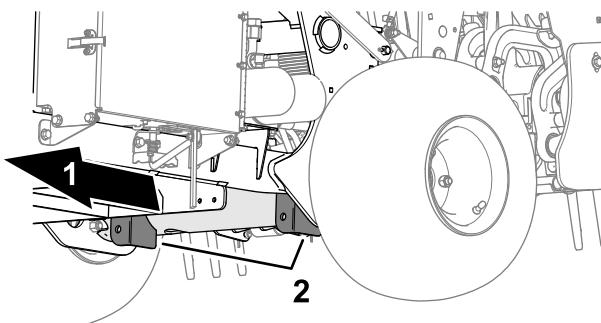

Figura 128
3. Collocate il cavalletto metallico con sicurezza sotto la piastra del telaio, appena oltre la ruota posteriore (Figura 128).